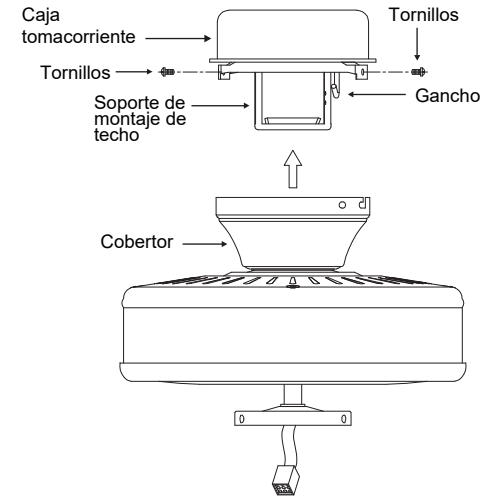

Fig. 13
**Paso 3.** Asegúrese de que los cuatro tornillos de montaje estén bien ajustados. (Fig. 13)